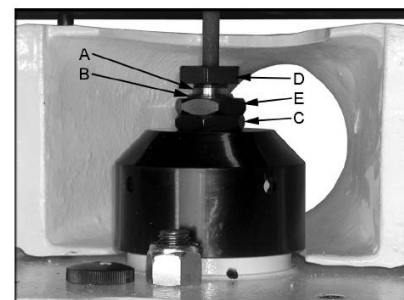

Fig 3
Avant le montage nettoyer la broche (A, Fig 3) ainsi que la fixation de broche (B).
Avec la clé livrée, desserrer l'écrou de broche (D) dans le sens inverse des aiguilles d'une montre tout en bloquant l'écrou supérieur (E, Fig 3)